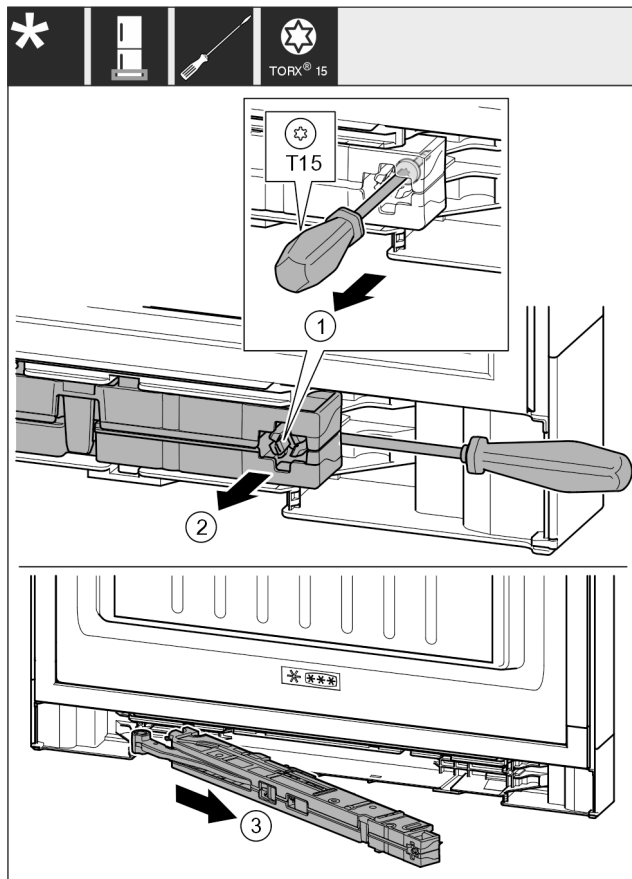

Fig. 17
- ▶ Lossa skruven på stängningsdämparen med en skruvmejsel T15 ca. 14 mm. Fig. 17 (1)
- ▶ Sätt in en skruvmejsel bakom stängningsdämparenheten. Vrid enheten framåt. Fig. 17 (2)
- ▶ Dra ut enheten. Fig. 17 (3)